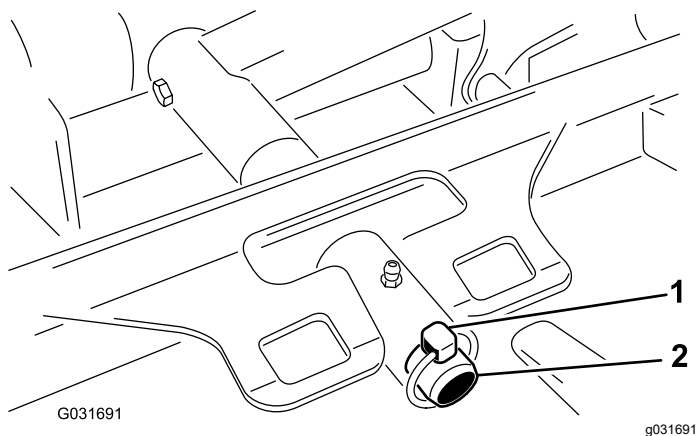

Figure 102
3. Retirez la goupille à anneau qui fixe le bâti porteur du plateau de coupe à l'axe de pivot du bras de levage (Figure 102).
3. Poussez le bâti porteur du plateau de coupe sur la tige de pivot et fixez-le avec la goupille à anneau (Figure 102).